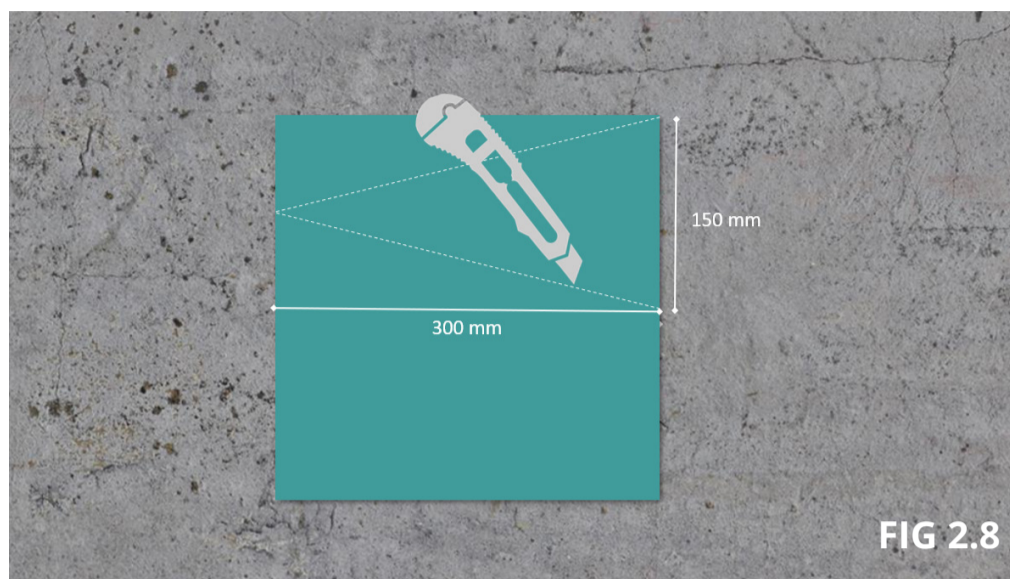

FIG 2.8
- Skär ut en trekant enligt fig 2.8. Längd 300 mm. Bredd 150 mm.